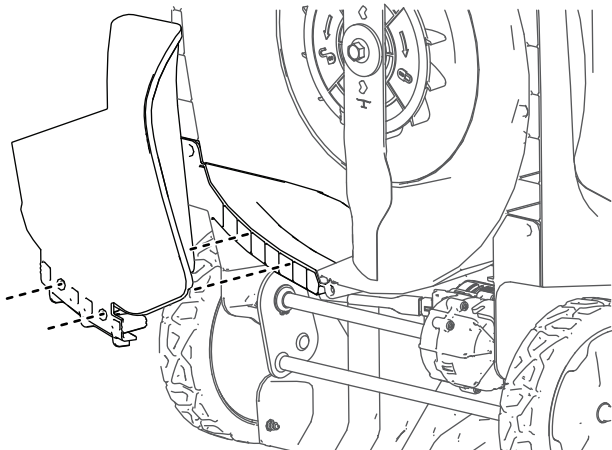

Figura 13
4. Alinai fia de mulcire și apăsai partea inferioară a fiei până când se fixează în poziție pe cele 2 tifturi de fixare, aa cum se arată în Figura 13.